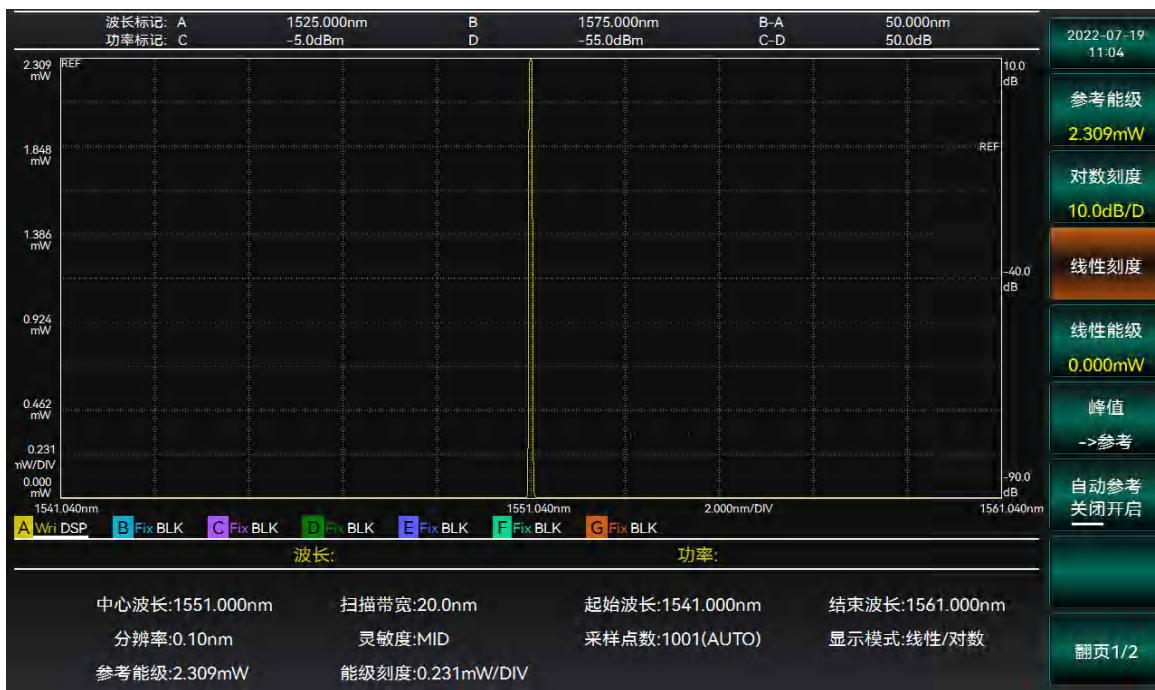

图 3-21 设置线性刻度界面
- 选择【线性显示】，通过旋钮或者数字键输入线性刻度值，完成设置，如图 3-21 所示。